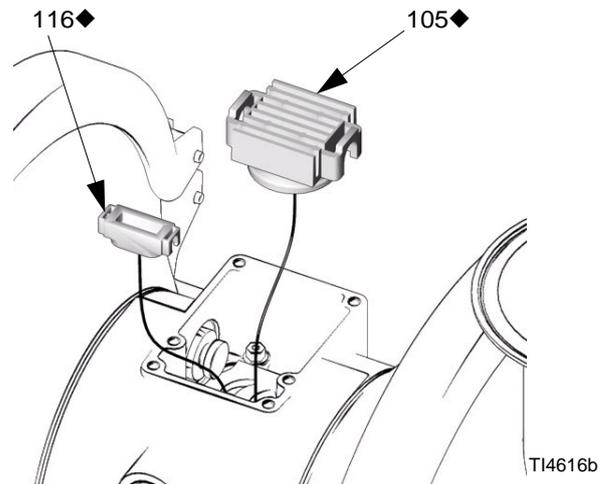

FIG. 7
3. Déplacez le chariot (105) de la vanne vers la position centrale et sortez-le de la cavité. Tirez le bloc de commande (116) droit et sortez-le de la cavité à l'aide d'une pince à bec effilé. Consultez la FIG. 7.